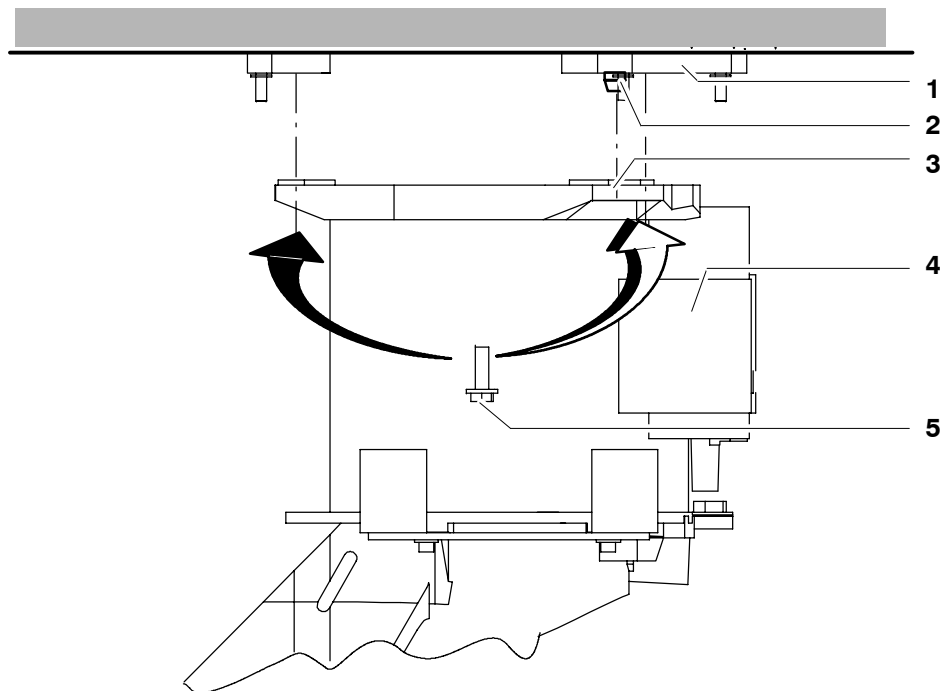

Fig. 64 Montage du manipulateur au plafond
- (2) Lever verticalement le manipulateur (Fig. 64/4) avec le chariot élévateur à fourches et le placer sur la construction de plafond (1).